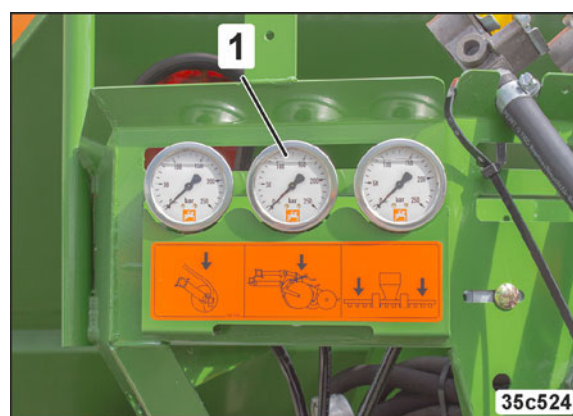

Fig. 84
- depuis le siège du conducteur sur le manomètre (Fig. 84/1) ou